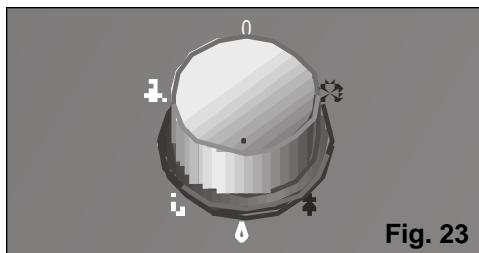

Fig. 23
- Velg avfuktingsfunksjonen  på funksjonsvelgerbryteren, Fig. 23.